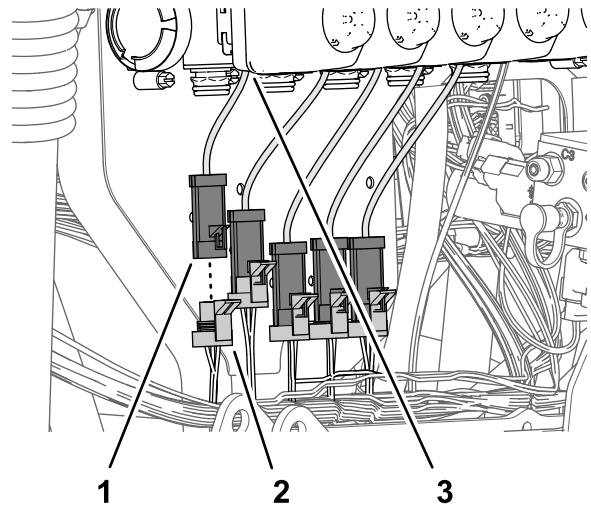

图 115
2. 将标有喷嘴阀 1 的 89cm 套件线束支管的 3 插槽接头图 115 接入最左边阀致动器的 3 针接头。
3. 将标有喷嘴阀 2 的 89cm 套件线束支管的 3 插槽接头 图 115 接入阀致动器位置 2 的 3 针接头。
4. 将 89cm 套件线束支管的其余 3 插槽接头接入阀致动器的 3 针接头 图 115。